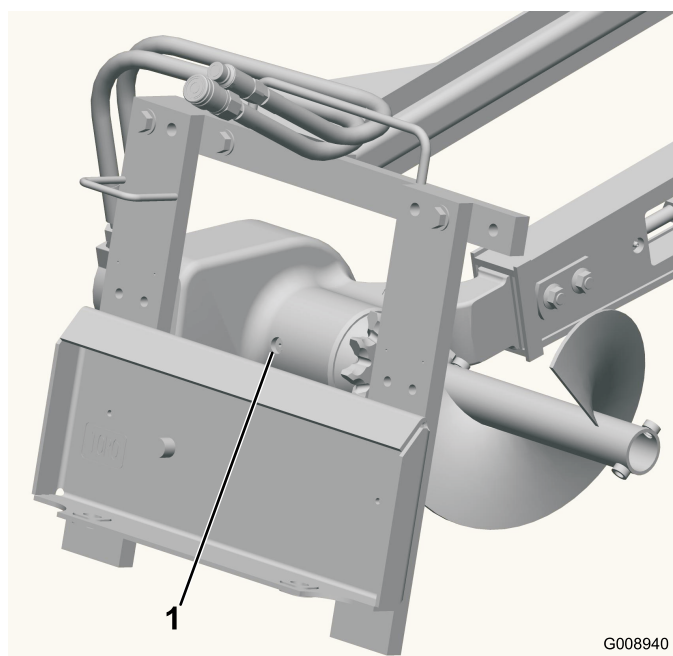

Figura 6
3. Pulite l'area attorno al tappo del foro di riempimento del vano cuscinetti (Figura 6).
4. Rimuovete il tappo dal foro di riempimento del vano cuscinetti (Figura 6).